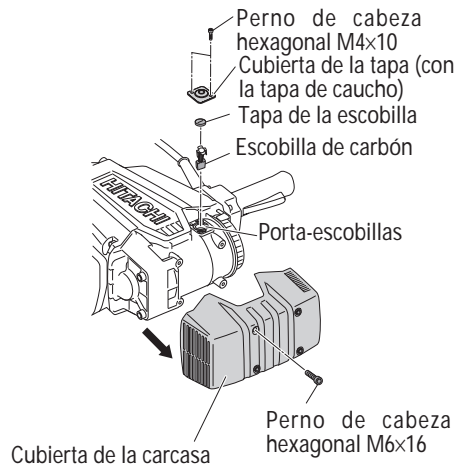

Fig. 10
5. Reemplazo de las escobillas (Fig.10)